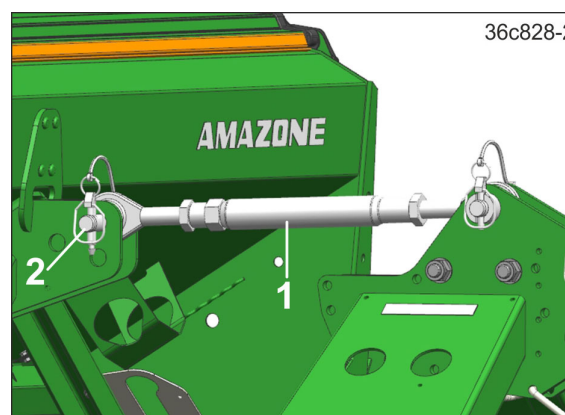

Рис. 96
6. Закрепите верхнюю тягу (Рис. 96/1) 2 пальцами верхней тяги (Рис. 96/2) на почвообрабатывающей машине и на насадной сеялке.